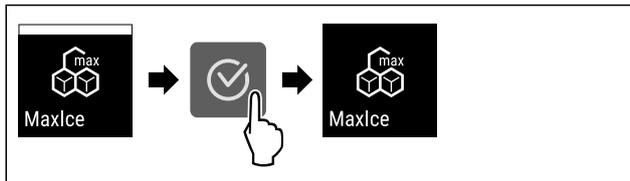

Fig. 23
- ▶ Suivre les étapes (voir Fig. 23) .